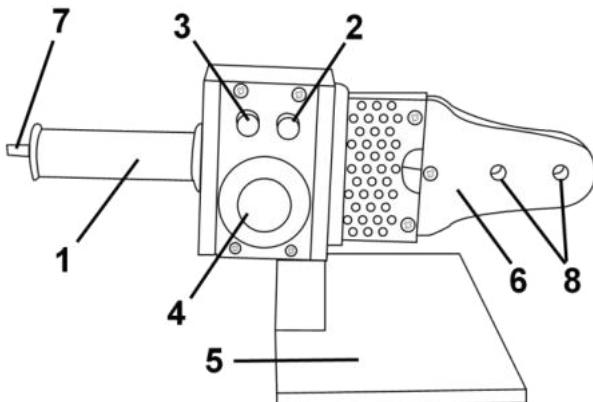

Рисунок 1
2.2.1 Виріб складається з наступних основних частин: нагрівального елементу (6), в який встановлюються циліндричні змінні насадки з тефлоновим покриттям для розігріву стикових поверхонь труб різноманітних діаметрів перед зварюванням; корпусного блоку управління з рукояткою (1), двома світловими індикаторами нагріву (2) і контролю температури (3), терморегулятором/вимикачем (4) та фіксатором для під'єднання опори; опора для встановлення та утримування виробу під час розігріву – згідно рис. 1. Виріб комплектується змінними насадками для певної номенклатури діаметрів труб.